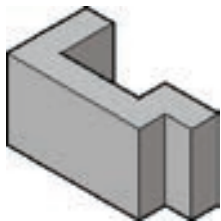

图 9-78 原始实体模型
1) 打开随书光盘“CH9”文件夹中的“BD_倒角边.dwg”文件。文件中已有的实体如图 9-78 所示。